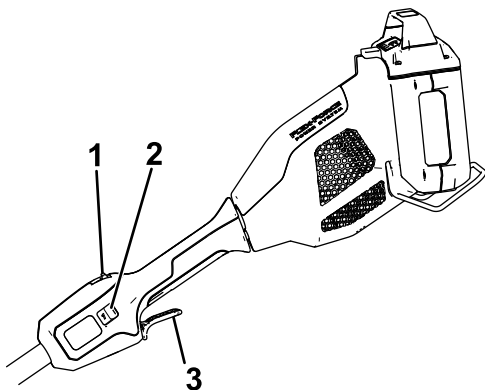

Figure 6
4. Pour mettre l'accessoire en marche, appuyez sur le bouton de verrouillage, puis serrez la gâchette de marche (Figure 6).
Relâchez la gâchette pour arrêter le cultivateur (Figure 6). Patientez au moins 5 secondes jusqu'à l'arrêt complet des lames.